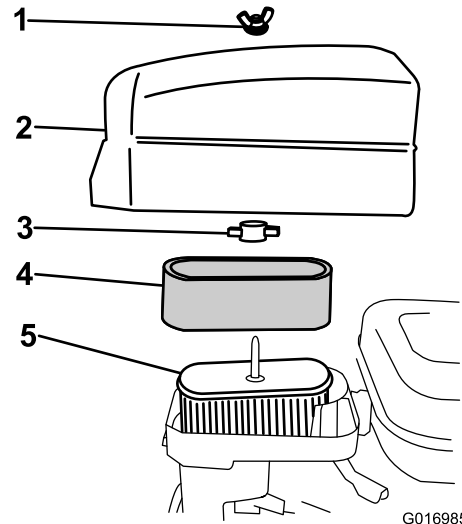

Bild 26
4. Wenn der Schaumfiltereinsatz verschmutzt ist, nehmen Sie ihn vom Papiereinsatz ab (Bild 26) und säubern ihn gründlich.